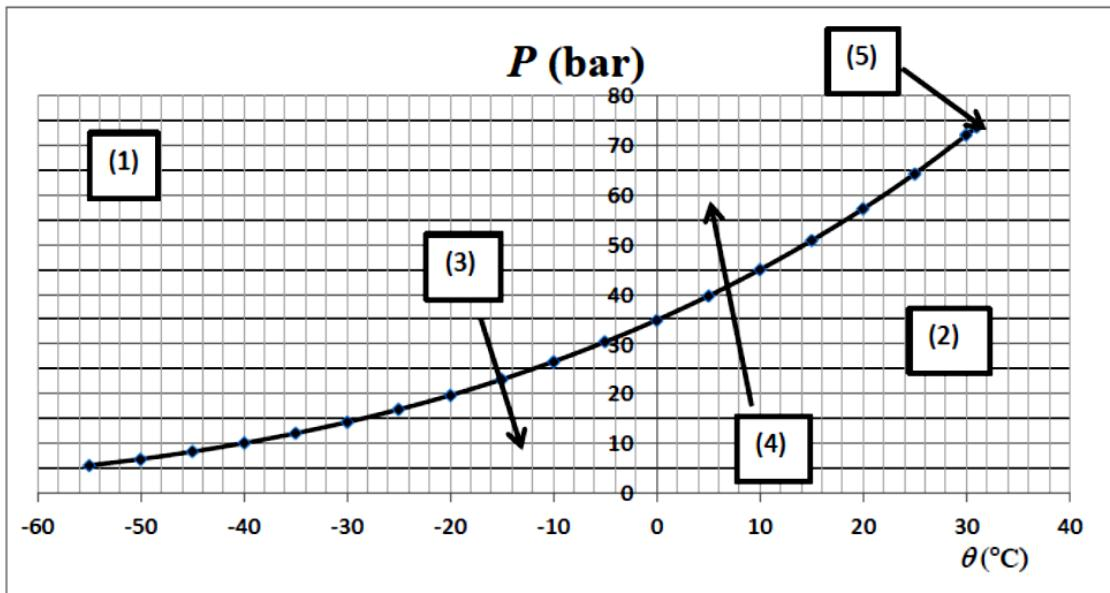

Figure 3 - Courbe d'équilibre liquide - vapeur pour CO₂
On fournit en **figure 3** le diagramme de phase dans le plan (*Pression, Température*) pour le CO_2 , ou courbe d'équilibre liquide-vapeur. (1) et (2) sont des domaines, (3) et (4) sont des transformations et (5) est un point particulier.
Q14. Donner les 5 noms manquants de la **figure 3**.